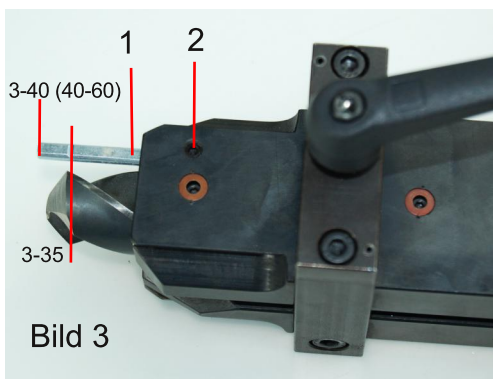

Bild 3
Klemmschraube (2) lösen, Stift (1) bis zum Anschlag herausziehen und festklemmen. Bohrer entsprechend dem Durchmesser aus dem Spannprisma überstehen lassen (Bild 3). Bohrer von \varnothing 3-35 mm, Schneide auf Markierung. Bohrer von \varnothing 35-40 mm, Schneide auf die Gesamtlänge vom Stift stellen. Dann eine Bohrerschneide parallel zur schrägen Markierung ausrichten (Bild 4).